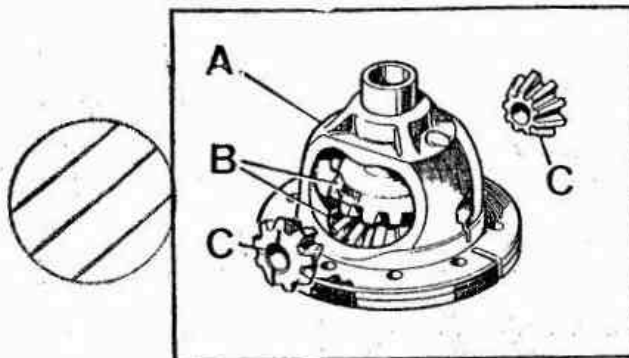

Fig. E -47 Montaje conjunto diferencial
1.01. Situar los planetarios, B (Fig. E -47) en posición sobre la caja diferencial.